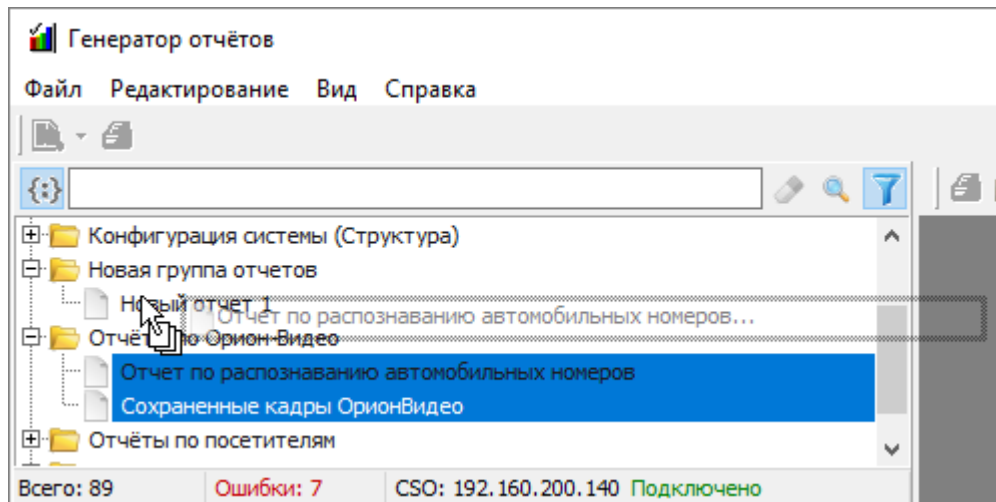

Рисунок 10-297 Перемещение нескольких отчетов в группу отчетов
- 3) удерживая левую клавишу мыши нажатой, перетяните курсор мыши на наименование группы отчетов, в которую необходимо переместить отчет, либо в другое место развернутой структуры группы отчетов, в которую необходимо переместить отчет (см. Рисунок 10-297);